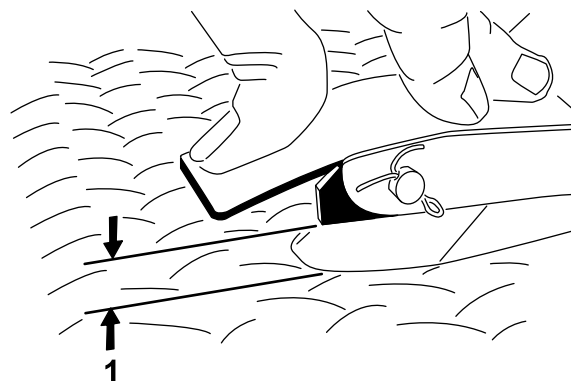

**Figura 66**
- Ajuste a rótula do cabo de acelerador (Figura 66) para permitir uma folga de 2,54 a 6,35 mm entre o braço do pedal de acelerador e a parte superior da chapa do piso (Figura 67), quando aplica uma força de 11,3 kg ao centro do pedal.
- Aperte a porca de bloqueio (Figura 66).